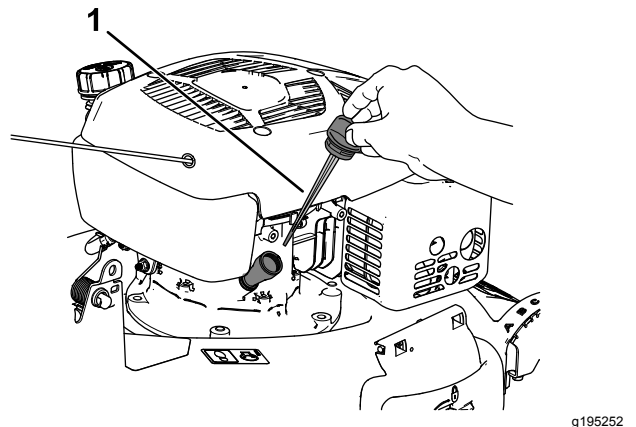

図 31
3. キャップを左に回してディップスティックを抜き取る 図 31。